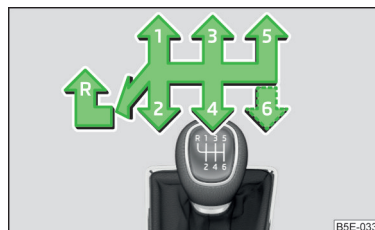

Fig. 108
En la palanca del cambio se presentan cada posición de marcha » fig. 108.
- Colocar la palanca del cambio completamente hacia la izquierda y luego hacia adelante en la posición **R** » fig. 108.